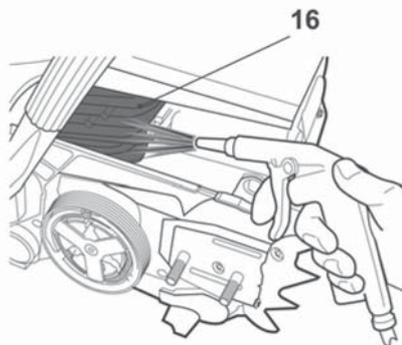

Fig. 51
- > L'accumulation de poussière entre les ailettes du cylindre [16] peut provoquer une surchauffe du moteur. Les ailettes doivent faire l'objet d'un examen et d'un nettoyage régulier avec un jet d'air [16] (Fig. 51).